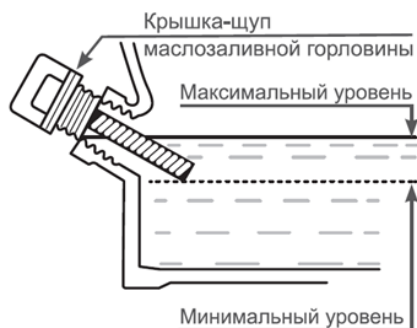

Рис. 15 Проверка уровня масла в картере двигателя
2. Открутите крышку-щуп маслозаливной горловины и извлеките щуп (Рис. 15).
4. Установите крышку-щуп в отверстие горловины, не закручивая (Рис. 15).
Максимальный уровень масла в картере соответствует нижней кромке заливного отверстия (Рис. 15).
2. Открутите крышку-щуп маслосливной горловины и извлеките щуп (Рис. 15).
3. Протрите щуп насухо и вставьте в отверстие горловины, не закручивая (Рис. 15).